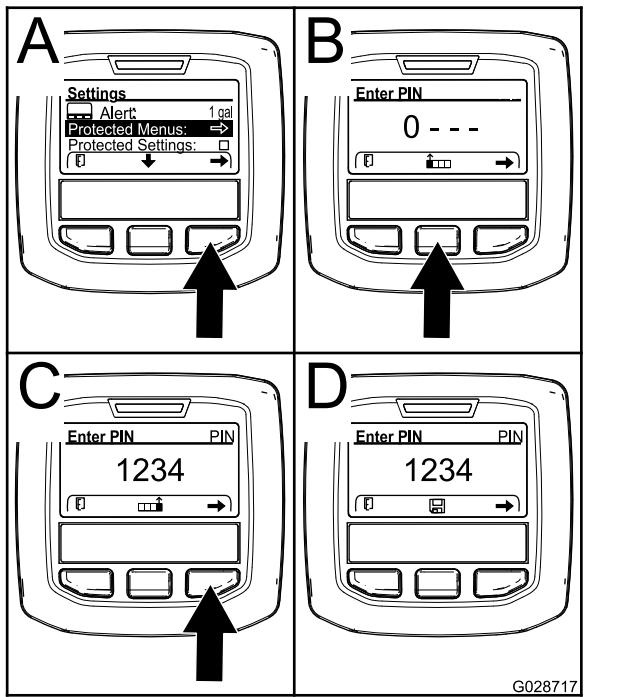

Figura 72
- Premete il pulsante di selezione destro per selezionare i Menu protetti (A della Figura 72).
- Premete il pulsante di selezione centrale (B della Figura 72) per aumentare il valore numerico (da 0 a 9).
- Premete il pulsante di selezione destro (C della Figura 72) per spostare il cursore alla posizione numerica successiva a destra.
- Nota:** Comparirà l'Icona Salva sopra il pulsante di selezione centrale (D della Figura 72).